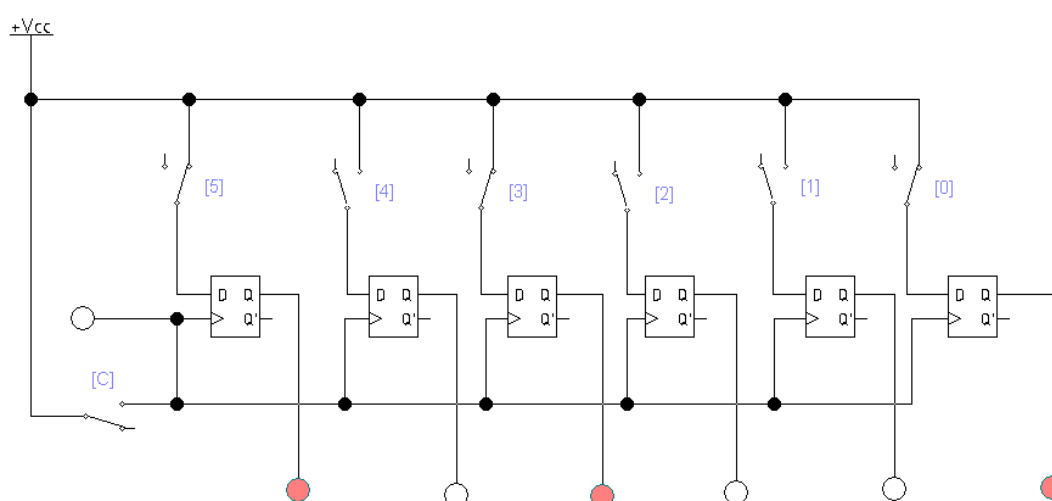

Fig. 1. Schema registrului paralel de ordinul șase.
1.1. Construiți schema prezentată în Fig. 1.